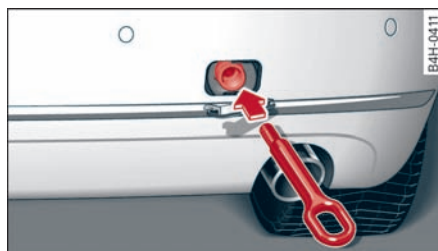

图 261 后保险杠：旋入拖车环
- ▶ 将拖车环拧入螺纹孔内并拧到底。指示标记必须最终与保险杠齐平 ⇒ 图 261。